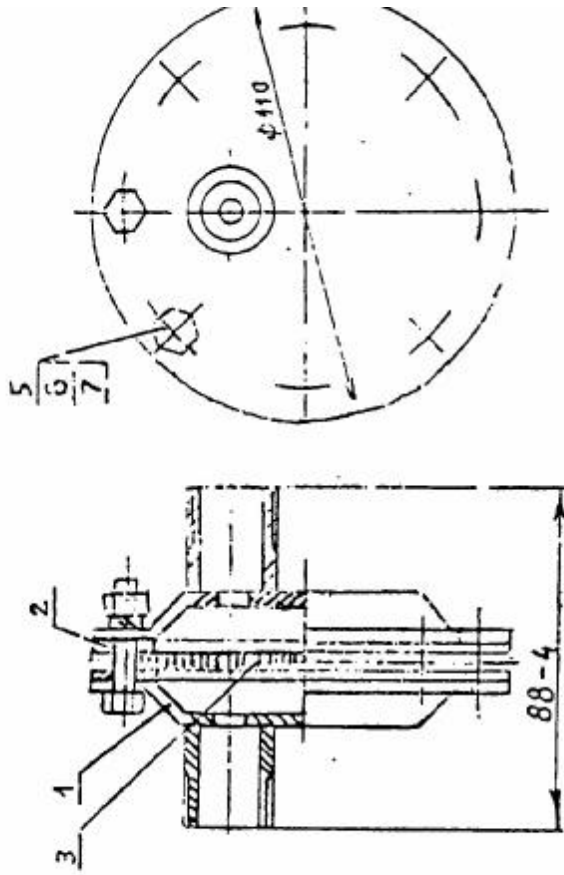
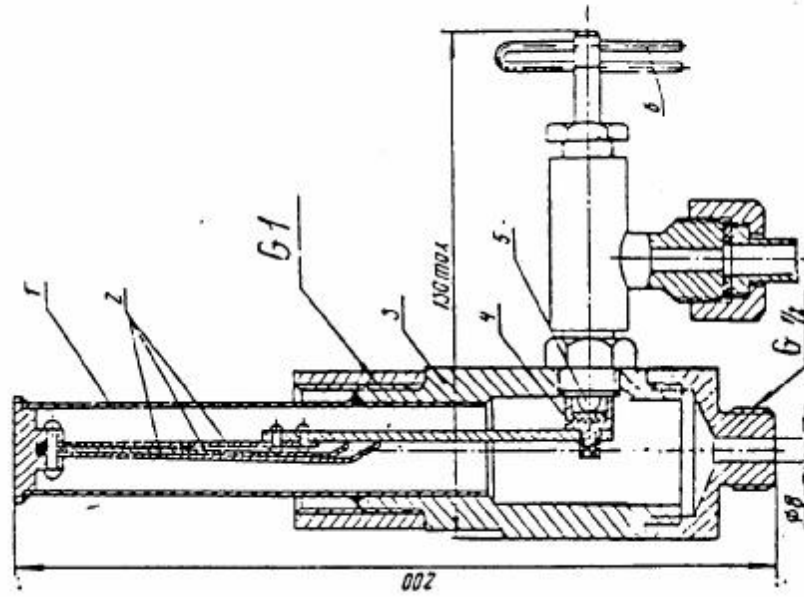

Рис. 5. Фильтр-отстойник.
Рис. 6. Термореле ТРБ-2:
3.3. Продуйте импульсные линии и фильтр-отстойник (рис. 5) до полного осветления воды перед включением импульсного давления.
2.1. Регулятор температуры состоит из биметаллического термореле ТРБ-2 (рис. 6), являющегося измерительно-управляющим органом исполнительно-регулирующего устройства — регулятора (рис. 1); крестовины, дресселя, фильтра (рис. 5), соединительных линий с запорными вентилями и охладителем.